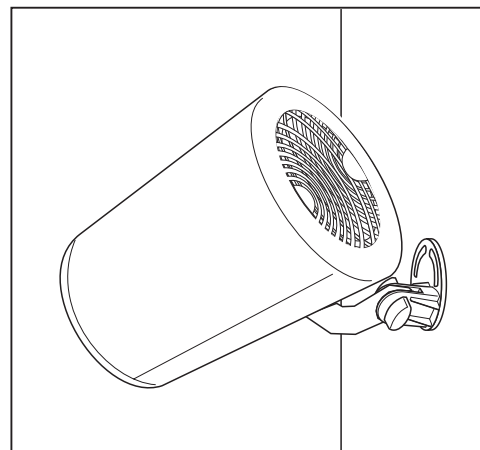

Fig. 1
I proiettori della serie **C48** sono dotati di altoparlanti a larga banda con trasformatore per tensioni costanti (50, 70, 100 V) e di una staffa orientabile per il fissaggio a parete e/o a soffitto (fig. 1).
**C48** range sound projectors are equipped with wideband loudspeakers with a constant-voltage transformer (50, 70, 100 V) and with a swivelling bracket for wall and/or ceiling mounting (Fig. 1).
Les projecteurs de la série **C48** sont équipées de haut-parleurs à large bande avec transformateur pour tensions constantes (50, 70, 100 V) et d'un étrier orientable pour la fixation au mur et/ou au plafond (fig. 1).
Die Klangprojektoren der Serie **C48** verfügen über Breitbandlautsprecher mit Transformator für Gleichspannungen (50, 70, 100 V) und einen verstellbaren Bügel für die Wand- und/oder Deckenmontage (Abb. 1).
De projectoren behorend tot de serie **C48** zijn uitgerust met breedband luidsprekers met een transformator voor constante spanningen (50, 70, 100 V) en een richtbare beugel voor wand- en/of plafondbevestiging (fig. 1).
Los proyectores de la serie **C48** incorporan altavoces de banda ancha con transformador para tensiones constantes (50, 70, 100 V) y un soporte orientable para la fijación en pared y/o en techo (fig. 1).